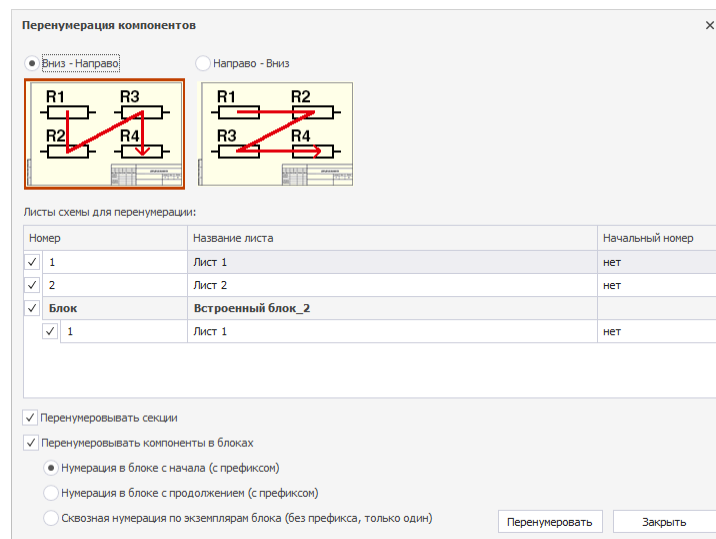

Рис. 208 Окно «Перенумерация компонентов»
3. Установить в окне «Перенумерация компонентов» необходимые настройки – выбрать направление нумерации. Порядок перенумерации соответствует направлению стрелок: «Вниз-направо», либо «Направо-вниз» относительно оси Y, см. Рис. 208.